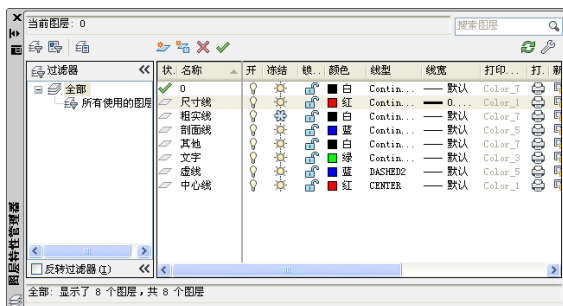

图 4-78 设置线宽
- 17 单击【线宽】对话框中的 **确定** 按钮，将此线宽赋予“粗实线”图层，结果如图 4-78 所示。